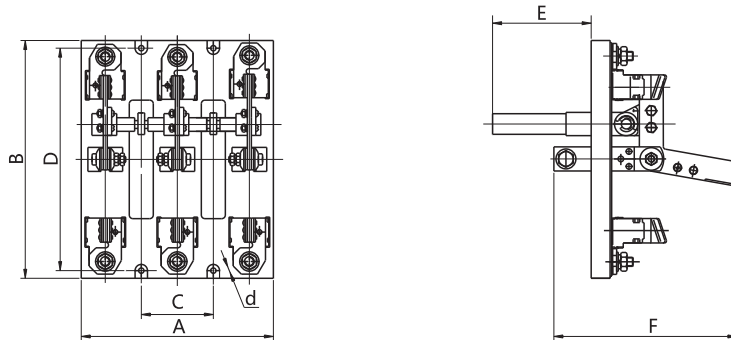

图2 HS13/3外形及安装图
6.2 HS13/3系列外形尺寸及安装尺寸见表3，相关图样见图2